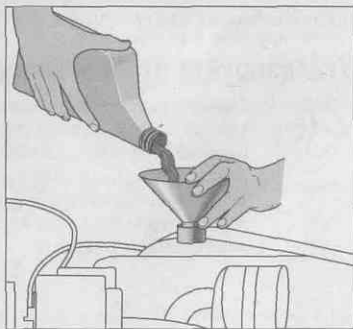

Рис. 15.8. Заливка нового масла в маслозаливную горловину
12. После установки масляного фильтра и замены прокладки сливной пробки с помощью лейки залейте почти все необходимое масло, не долив 1 литр (рис. 15.8).